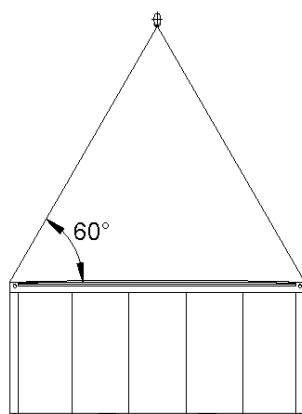

Abbildung 1
- Die Container können mit Stapler (Gabellänge mind. 2.450 mm (bei Containerbreite 2.435 mm) bzw. 3.005 mm (bei Containerbreite 2.989 mm)), Gabelbreite min. 200 mm) oder mit Kran gehoben werden. Die Seile sind an den oberen Containerecken zu befestigen. Der Winkel zwischen dem Hebeseil und der Horizontalen muss min. 60° betragen (Abb. 1). Die erforderliche Seillänge bei einem 20' Container beträgt mindestens 6,5 m.